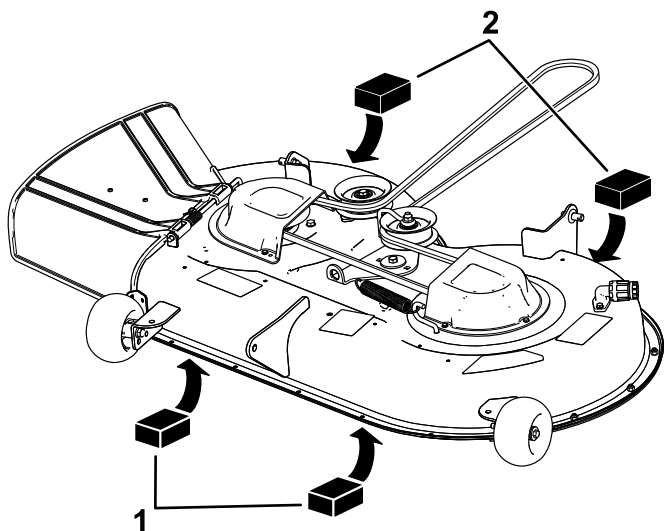

Figure 69
4. Placez 2 cales de 6,6 cm d'épaisseur chacune sous chaque côté du bord avant du plateau de coupe, mais pas sous les supports des galets anti-scalp (Figure 69).
5. Placez deux cales de 7,3 cm d'épaisseur chacune sous le bord arrière de la jupe du plateau de coupe, une de chaque côté (Figure 69).